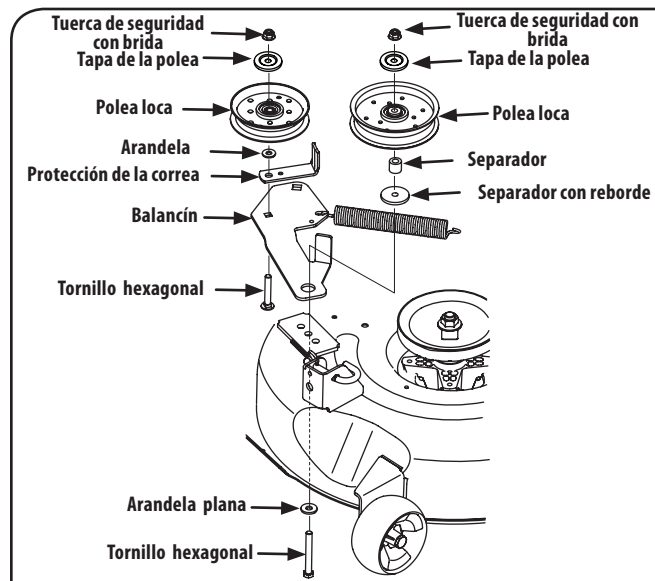

Figura 7-10
- Coloque la correa como se indica en la Figura 7-10 y vuelva a instalar la plataforma.